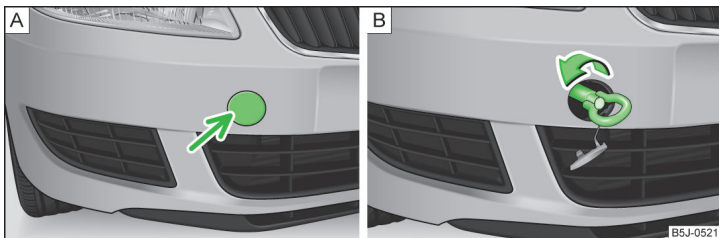

Fig. 148 Demontarea capacului / Montarea cârligului de tractare
- Apăsăți pe partea stângă a capacului, în sensul indicat de săgeată » fig. 148 - A.
- Înșurubați cu mâna cârligul de tractare, până la limită » fig. 148 - B. Pentru strângere cârligului, vă recomandăm să folosiți de exemplu cheia de roți, cârligul de ancorare al unui alt autovehicul sau un alt obiect asemănător, pe care să îl puteți introduce prin cârlig.